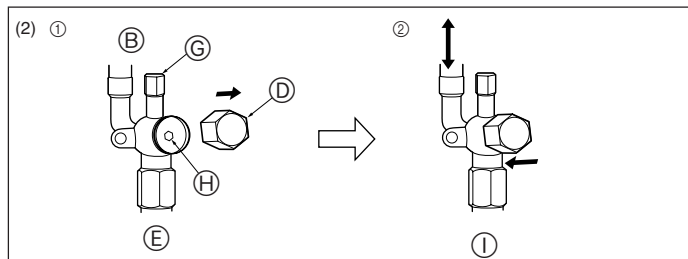

Fig. 4-7
- Страна с жидкостью (Fig. 4-7)